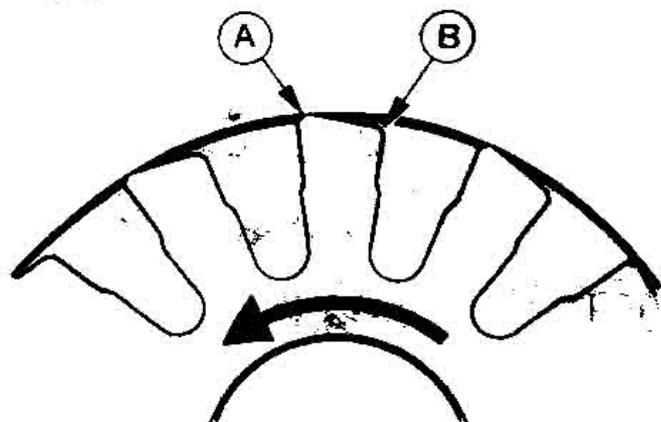

Рис. 11.55. Установка держателя роликов (Разд. 40)
13. Установите на место шпонку квадратным зубцом вперед. Ведущий край перемычек держателя длиннее ведомого (Рис. 11.55).